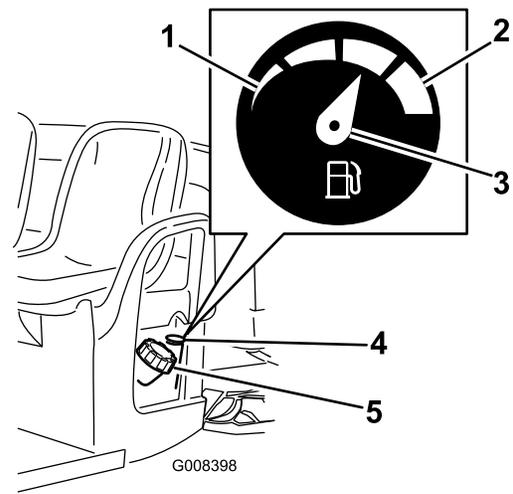

Figura 10
2. Limpie la zona alrededor del tapón del depósito de combustible (Figura 10).